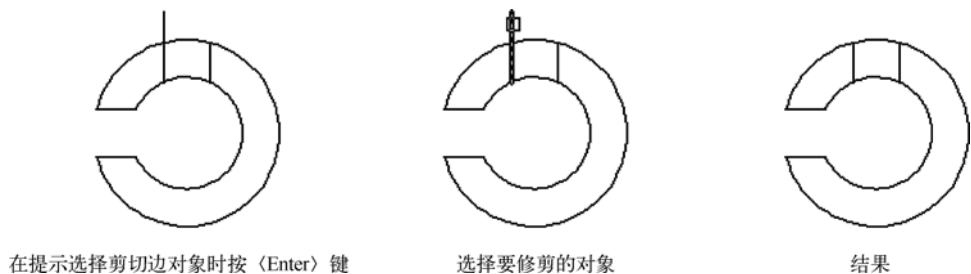

图 3-32 修剪示例
3) 可以将对象修剪到与其他对象最近的交点处(包括延伸交点)。在提示选择修剪边对象时,若直接按〈Enter〉键或按鼠标右键,然后选择要修剪的对象,那么可以将对象修剪到最近的交点或延伸交点处。如图 3-32 所示的修剪示例就是采用这种操作方式来进行修剪对象的。